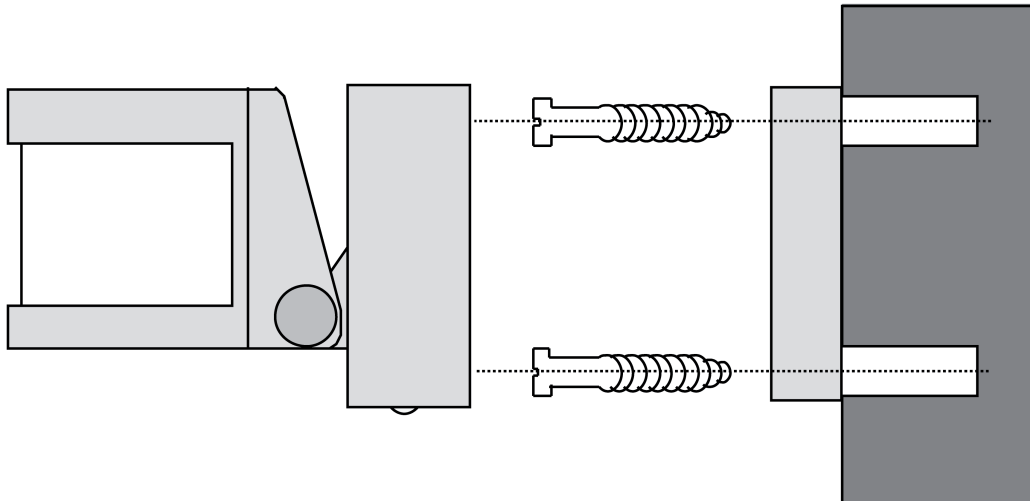

Figure 10
- Fixer la plaque de fond (6) avec 2 vis (figure 10).